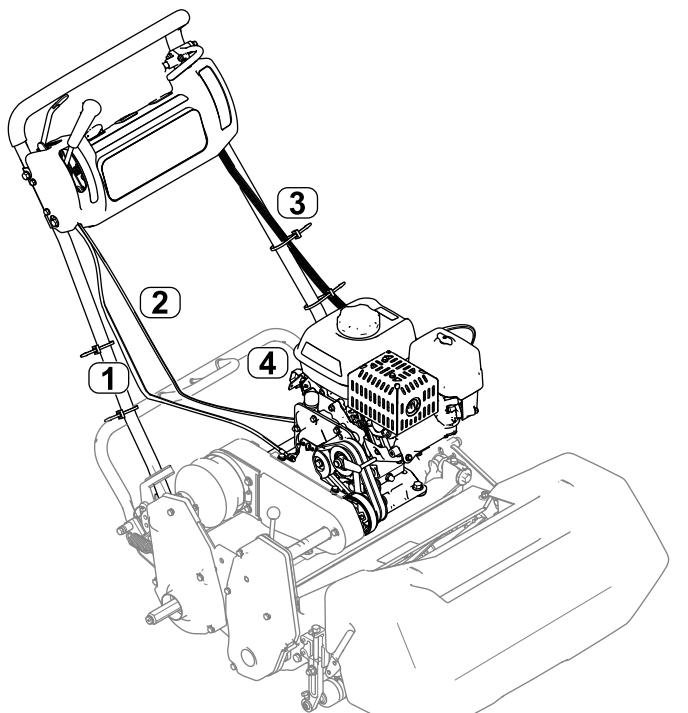

図 8
7. 機体にスロットルケーブルを取り付けるマシンのサービスマニュアルを参照 図 8。
**注** スロットルケーブルの配設が 図 8 のようになっているか点検する。エンジン左側、エアクリーナカバーと燃料タンクとの間にケーブルを通す。
11. ワイヤハーネスをインタロックモジュールに取り付け、ハーネスをハンドルの左側まで配線する 図 8。